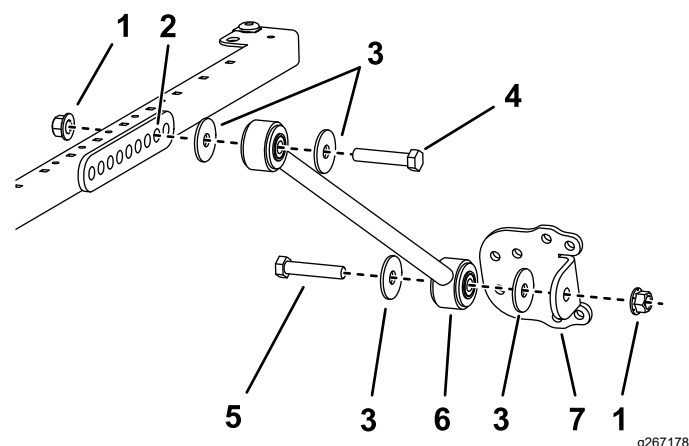

図 34
- モデル 30446、30446N、30447 および 30447N の場合は、サンシェードのフレームの左右それぞれの側で、ブレースブラケットの**ふたつ目の**穴にブレースを仮止めするボルト $\frac{1}{2}$ x $2\frac{1}{2}$ "、ワッシャ $\frac{1}{2}$ "、フランジナット $\frac{1}{2}$ "を使用して図 34 のように取り付ける。